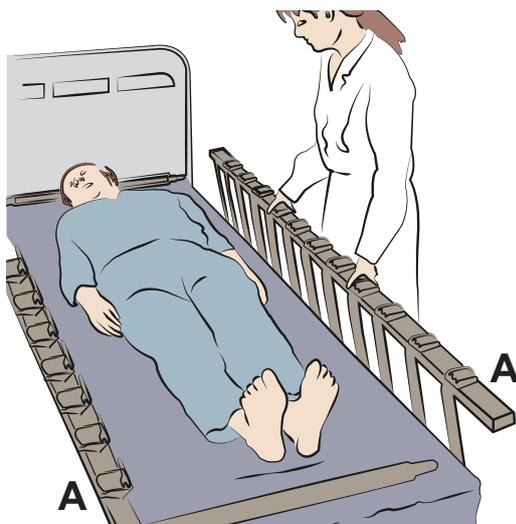

Abb. 4
7. Stecken Sie die beiden Verbindungsrohre in die Seitenteile (A). Siehe Abb. 4.